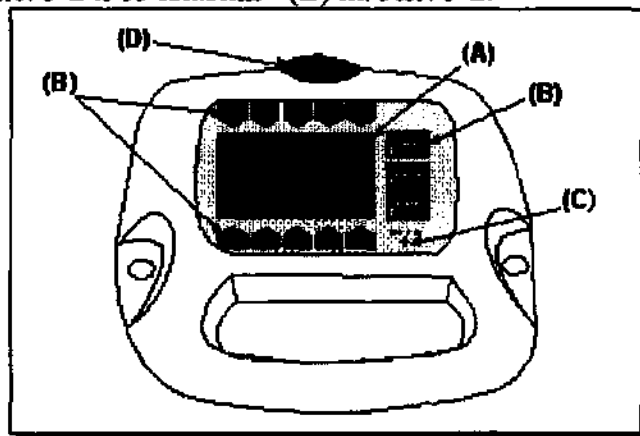

Рис. 5-2 Панель управления. (A) –ЖК-дисплей, (B) – 3 клавиши, (C) – Красный индикатор излучения, (D) – Красный индикатор режима OPERATE.
Панель управления расположена на передней панели аппарата и включает в себя ЖК-дисплей (A) на Рис. 5-2 и 13 клавиш - (B) на Рис. 5-2.
Красный индикатор ((C) на Рис. 5-2) отображает состояние затвора: индикатор включается когда затвор открыт.
Управление излучением производится с помощью педали управления. Индикатор (D) на Рис. 5-2 включен, когда система находится в состоянии “OPERATE”, т.е. управление педалью включено.